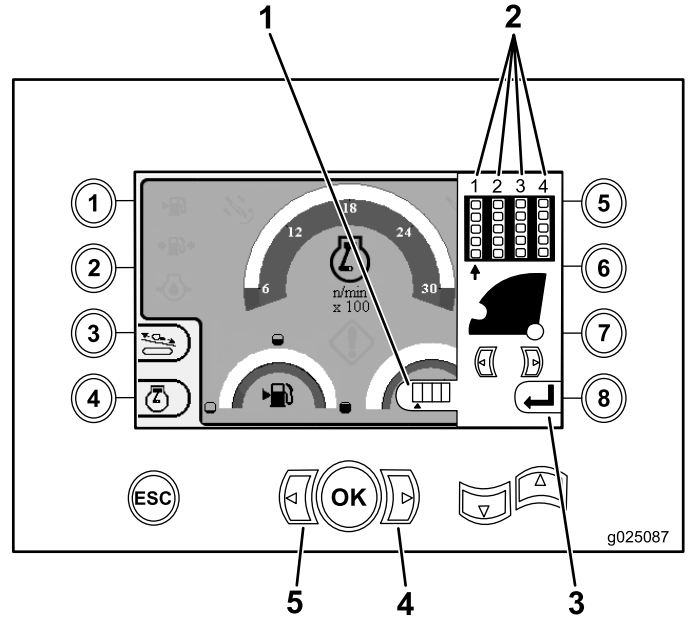

Figura 21
1. Pressione a seta à direita ou à esquerda para selecionar o número da fileira que deseja acessar (Figura 21).
2. Após posicionar a seta sob o número da fileira que deseja acessar, pressione o botão OK (Figura 21) e retorne à Tela principal de operação \(página 28\).